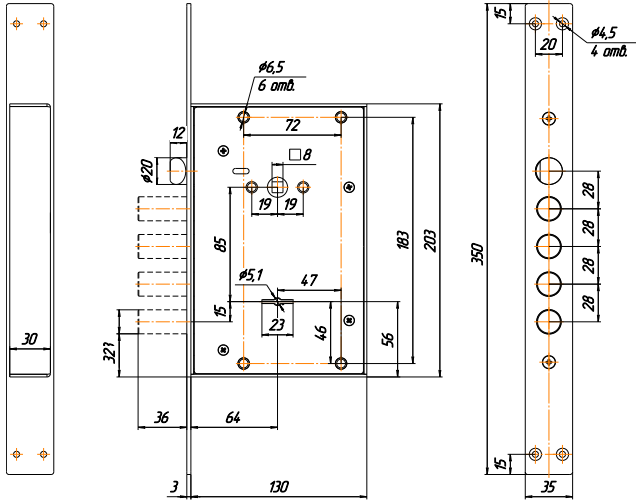

Рис.2
5.1. Произвести разметку и выполнить на полотне двери гнездо для корпуса замка, отверстия для ключа, для стержня ручек фалевых, 2 отв. для крепления накладок, а в дверной коробке – отверстия для пальцев засова, защёлки (см. рис.2).